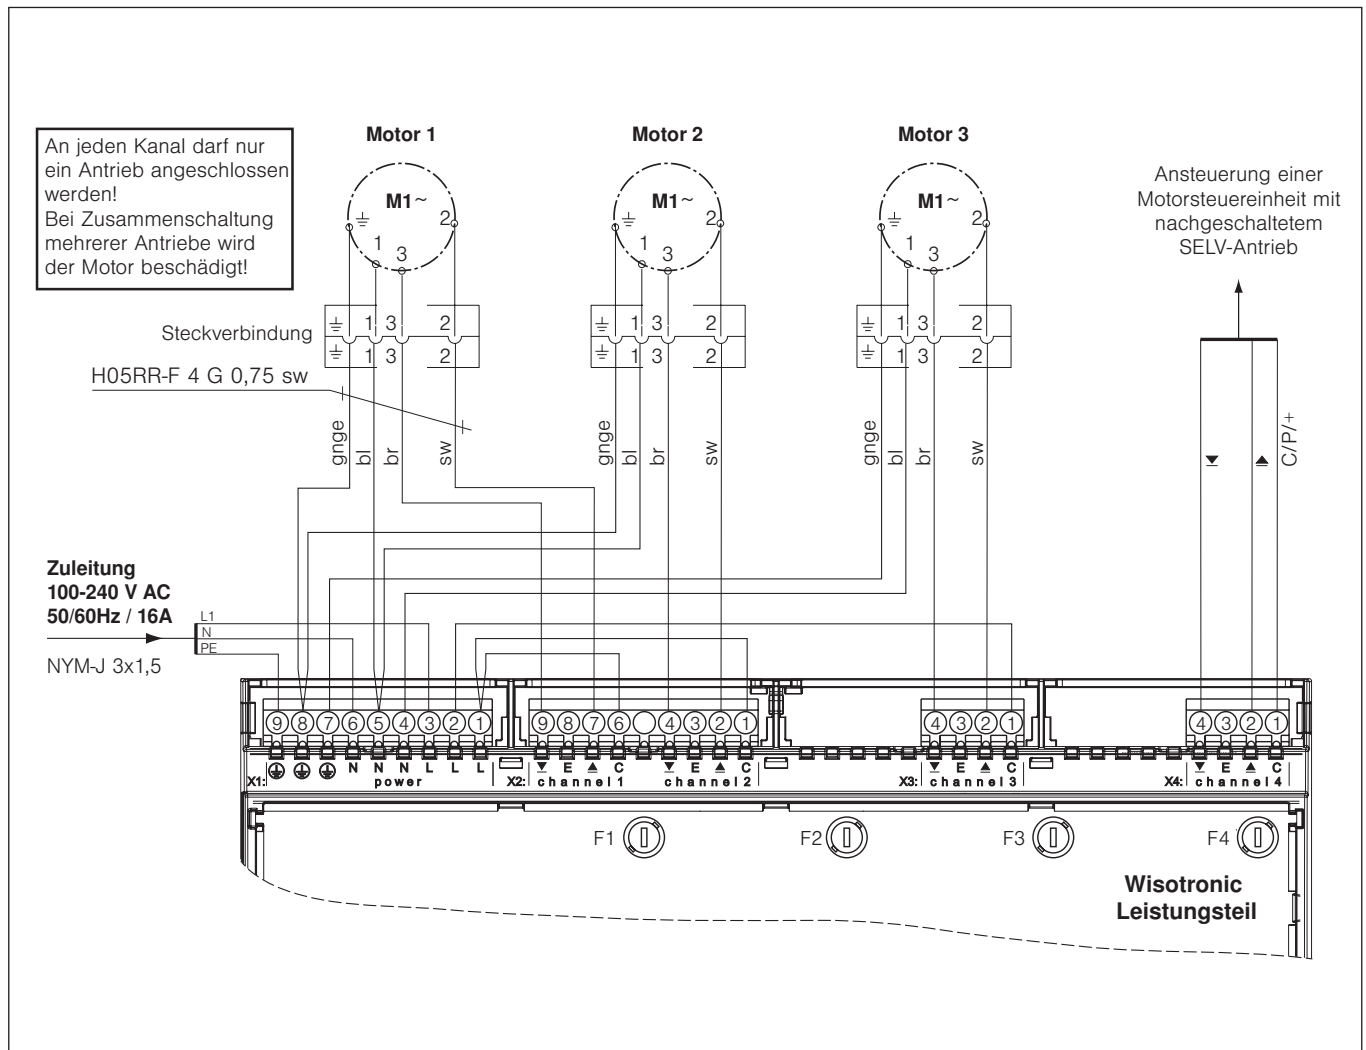

Abb. 21 Anschluss von Sonnenschutzantrieben
6.3.4 Sonnenschutzantriebe	Abb. 21 auf Seite 41